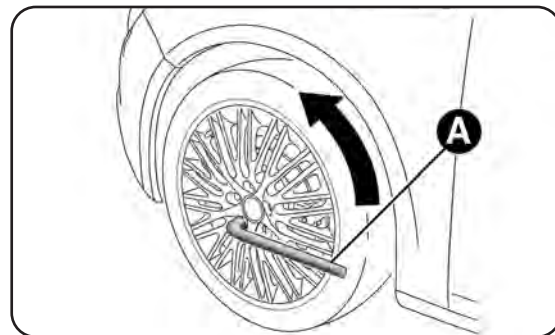
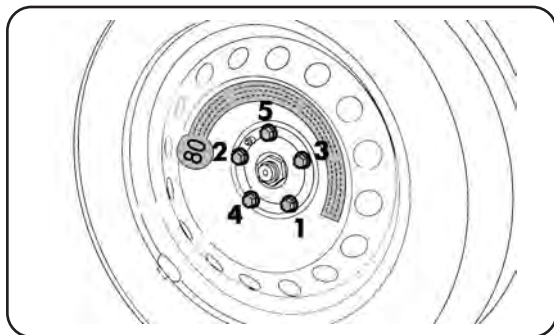

fig. 115
fig. 118
- y afloje con la llave A-fig. 115 una vuelta los tornillos de fijación. Para las versiones con llantas en aleación, mueva el coche para facilitar la separación de la llanta del cubo de la rueda.
- utilice la llave A-fig. 115 para apretar a fondo los tornillos de fijación;
- con la llave suministrada A-fig. 115, apriete a fondo los tornillos, pasando alternativamente de un tornillo al diametralmente opuesto, siguiendo el orden numérico ilustrado en la fig. 118;
- utilice la llave A-fig. 115 y apriete los pernos de fijación;
- con la llave A-fig. 115 apriete a fondo los tornillos, siguiendo el orden numérico indicado en la fig. 118.